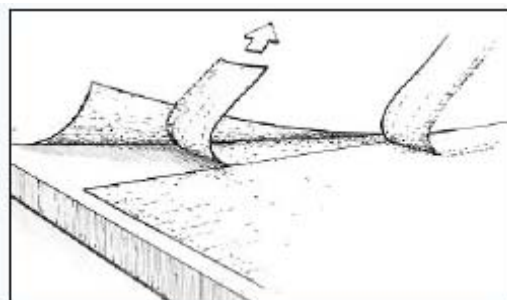

Рис. 27. Снимите верхний обрезок, приподнимите противоположный край и уберите нахлёстывающийся обрезок.
- c) Уберите верхний обрезок, поднимите противоположный край для того, чтобы убрать нахлёстывающийся обрезок (*Рисунок 27*).